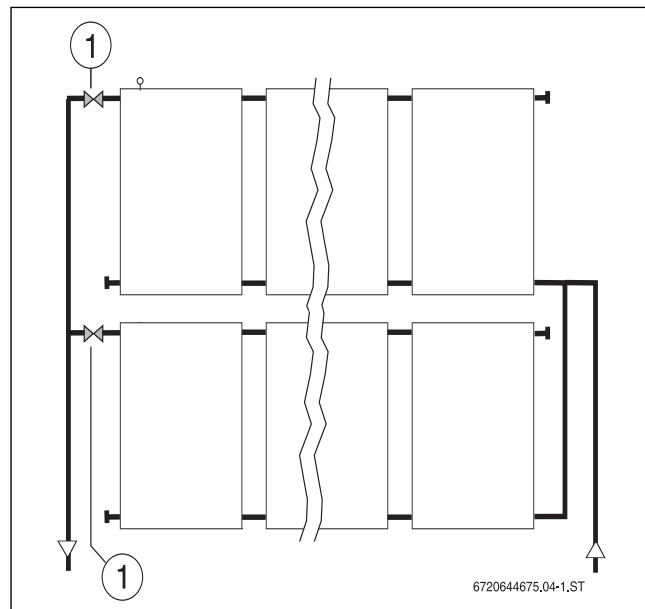

Fig. 73 Lavare i campi di collettori collegati in parallelo
- Nella mandata utilizzare valvole d'intercettazione resistenti al liquido glicole e alla temperatura (→ fig. 73, [1]).